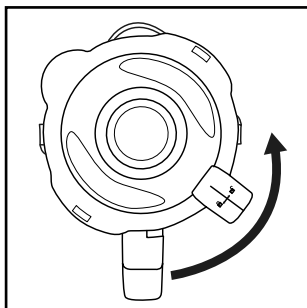

Fig.1
- 2) Remova a tampa **2**, rodando-a no sentido contrário ao dos ponteiros do relógio na direção da posição  (ver fig. 1), até a conseguir puxar para cima.